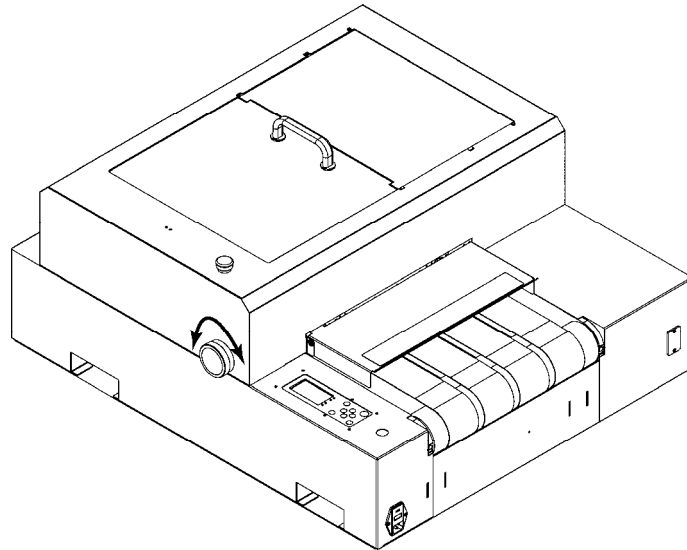

Abbildung 9: Anpassen des Druckers an die Materialstärke
3. Heben oder senken Sie die Druckeinheiten auf einen Wert, der etwas höher als das gemessene Material ist (wenn das Material z. B. 6,35 mm dick ist, stellen Sie die Druckeinheiten auf 8 mm ein). Zum Anheben oder Absenken der Druckeinheiten benutzen Sie das Handrad. Die Zahlen auf dem Handrad beziehen sich auf Millimeter, die Teilstriche auf 1/10 mm. Siehe Abbildung 9.